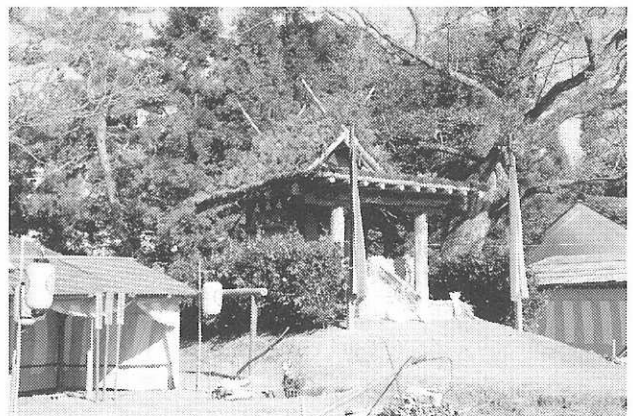

図30 春日若宮御旅所
次に、これは2番目、②の春日若宮おん祭の御旅所です【図30】。春日大社の若宮で、春日大社の境内は大分広いのですが、興福寺寄りの、普段はこの前に広い野原があります。何にも建っていないところに、12月のお祭りのときにこういう建物を建てる。基本的には春日造なんです、屋根には松葉をふいたり、この辺の柱なども、木の皮をむいていない「黒木」と呼ばれる木ですね、普通はもう木の皮をむいて製材するはずですが、「黒木」と呼ばれる、切ったままの材、この辺もちょっと見ると丸太ん棒で黒木のままなんですね。急に建てた、あるいは仮設だということをわざと示しているような建物を建てます。